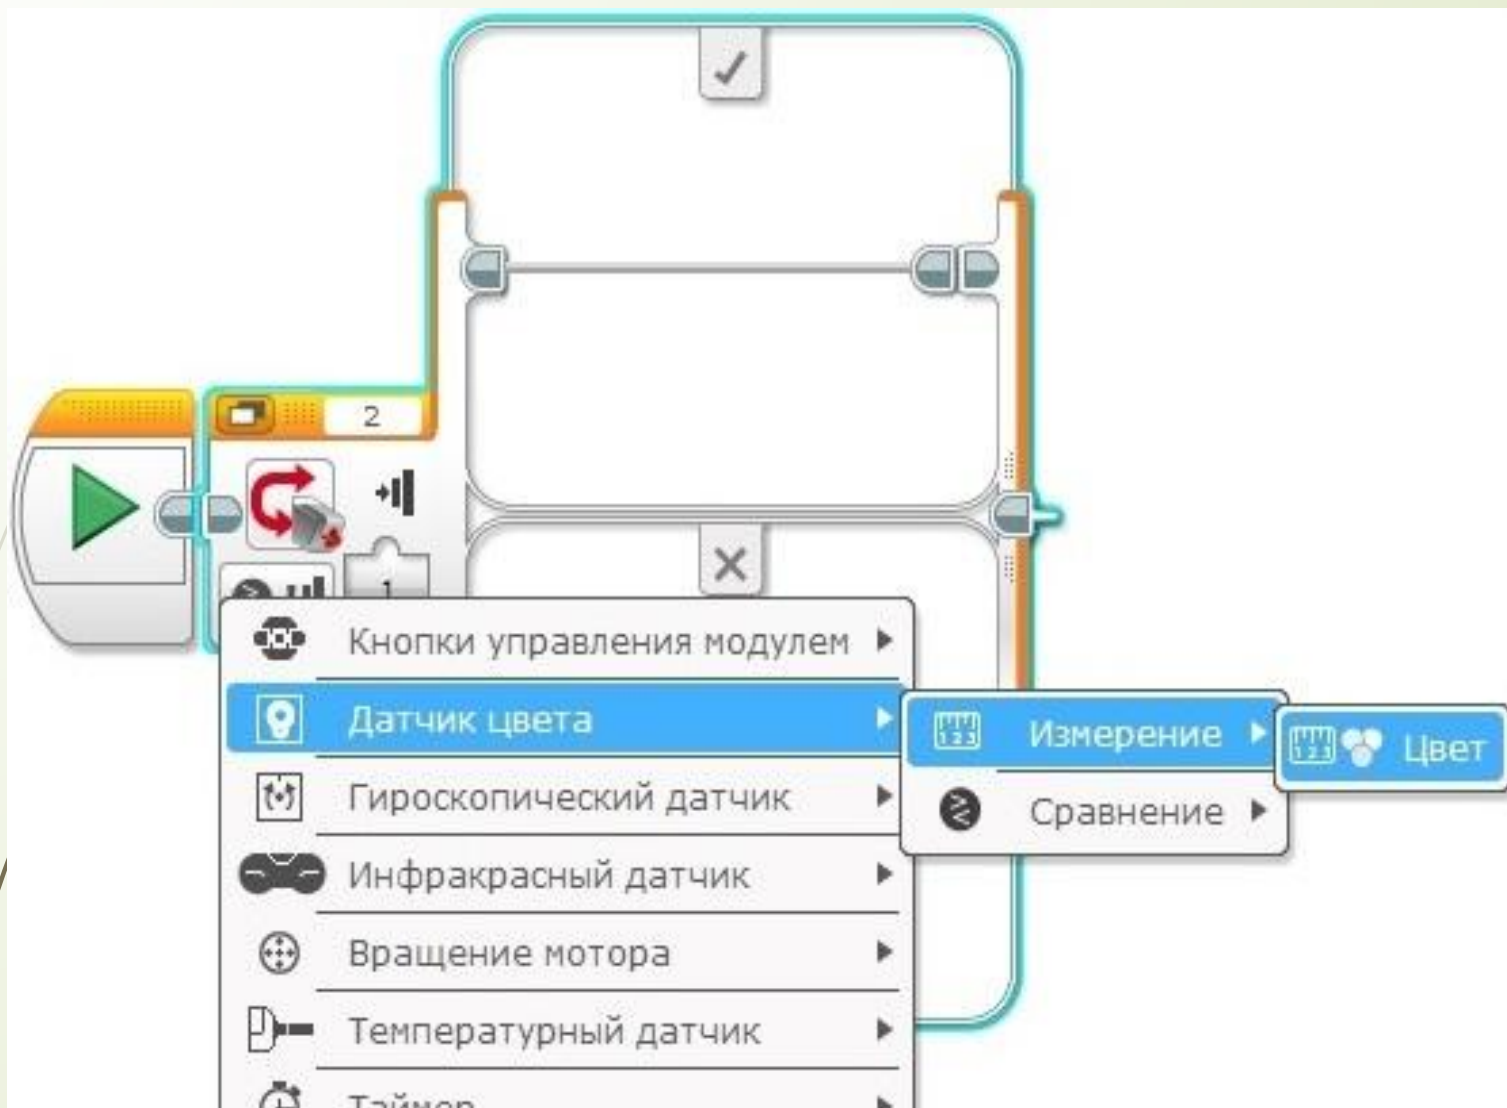

Рис. 1
- Создадим новую программу **"lesson-C"**, установим в программе блок **"Переключатель"**, выберем режим **"Датчик цвета" - "Измерение" - "Цвет"** (Рис. 1). В отличие от программного блока **"Ожидание"**, программный блок **"Переключатель"** не ждет, пока наступит определенное событие, а проверяет текущее состояние и выполняет программные блоки, находящиеся в контейнере, сопоставленном текущему состоянию.